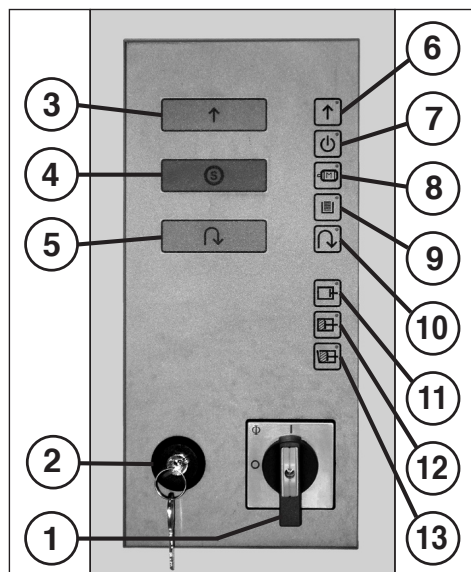

Fig. 5
- Déverrouiller l'interrupteur de verrouillage (2) puis appuyer le bouton poussoir „Marche avant bloc de coupe“ (3) (fig. 5).
ELEMENTS DE COMMANDE (Fig. 5 et 6):
(arrêt d'urgence) (fig. 5)